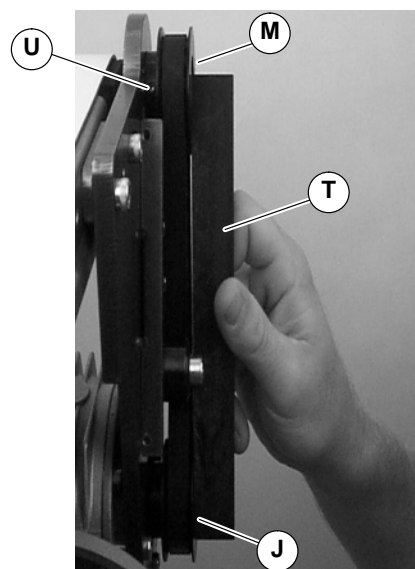

Abbildung 9
6. Zahnriemen (P) um Abtriebszahnscheibe (M) und Antriebszahnscheibe (J) legen. Abtriebszahnscheibe (M) auf Achszapfen des Förderbandes installieren.
7. Mit einem Ausrichtlineal (T siehe Abbildung 9) die Abtriebszahnscheibe (M) mit der Antriebszahnscheibe (J) ausrichten. Die Madenschrauben der Abtriebszahnscheibe fest anziehen (U).